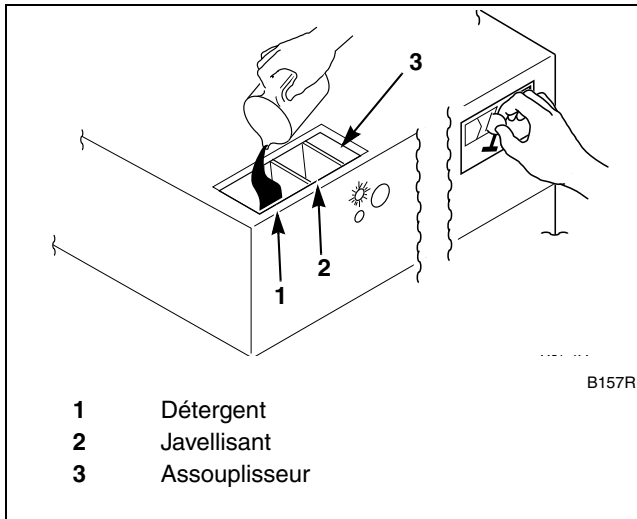

Figure 35
7. Verser les produits liquides ou en poudre dans le distributeur de produits. Se reporter à la *Figure 35*.